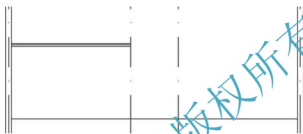

图 4.89 修改二层楼板
(3) 将图 4.88 所示的楼板修改成图 4.89 所示的状态。